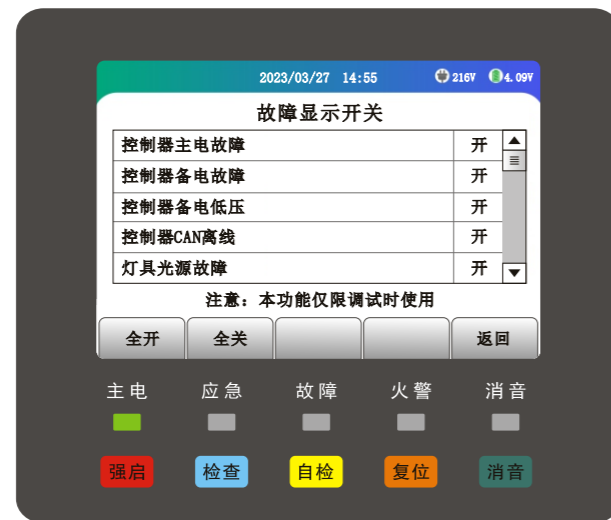

图7.2.6
(5)、点击【故障显示开关】进入设置界面，根据自身需要对故障显示进行设置，点击【返回】按钮则返回上一级菜单（如图7.2.6）。